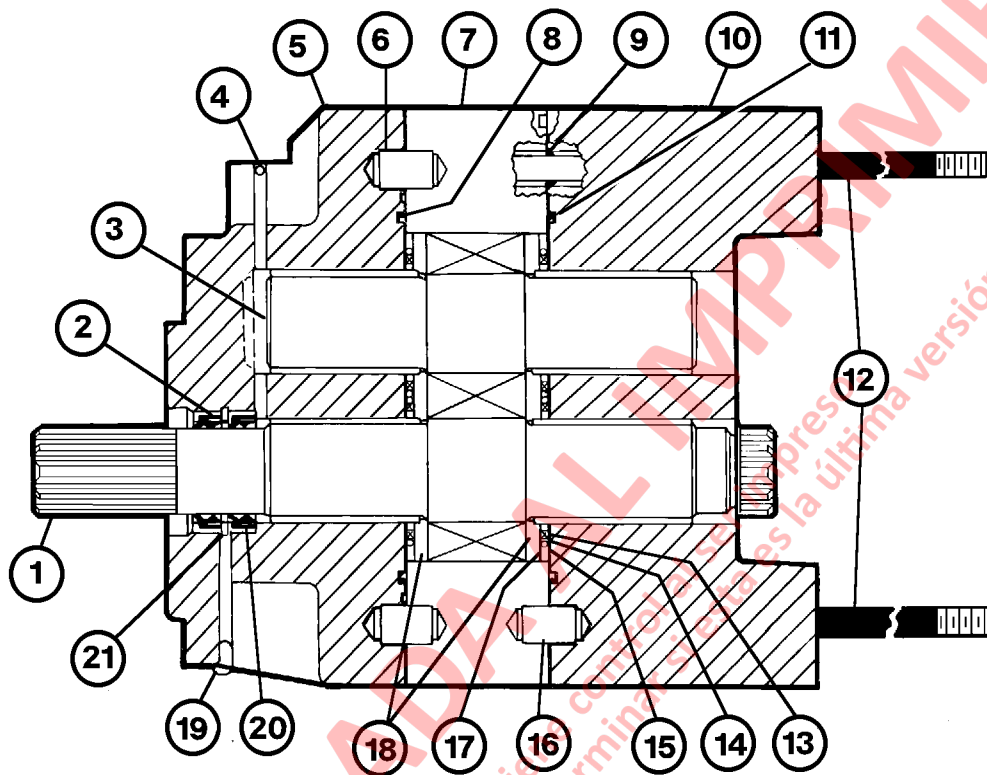

FIGURA 3-6. CONJUNTO DE LA BOMBA DE ELEVACIÓN (sección delantera)
10. Desmonte la placa de apoyo (10, Figura 3-6), Si la placa de apoyo está atascada, golpéela ligeramente con un martillo plástico para aflojarla. Luego, desmonte los O-rings (9) y (11).
11. Desmonte los anillos de acero (13), el anillo de respaldo (14), el O-ring y retenedor (15) y la placa de aislamiento (17). También desmonte las espigas (16) si están dañadas o si debe reemplazar la placa de apoyo (10).
12. Desatornille los espárragos pasantes (12) y retírelos. También retire la brida (5). Si la brida está atascada, golpéela ligeramente con un martillo plástico para aflojarla. Luego, retire el O-ring (8) y las espigas (6) si están dañadas o si debe reemplazar la brida (5) o la placa de engranajes (7).
13. Desmonte los anillos de acero, el anillo de respaldo, el O-ring y el retenedor. Además, desmonte el engranaje de transmisión (1) e intermedio (3) de la placa de engranajes (7). Luego, desmonte ambas placas de presión (18).